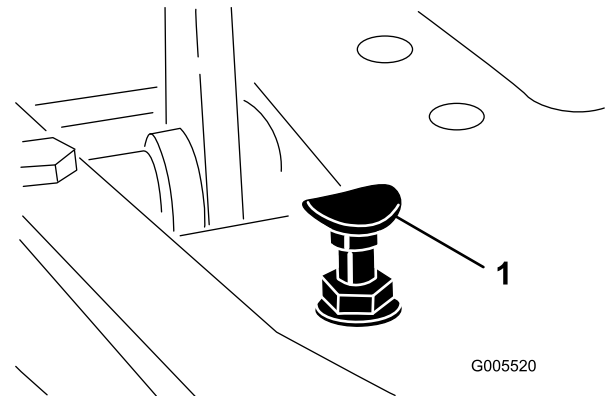

Bild 53
Stellen Sie den Funktionsschalthebel in die Transportstellung und drücken Sie das Gaspedal nach unten, um die maximale Transportgeschwindigkeit zu erreichen. Wenn das Pedal den Anschlag erreicht (Bild 53), bevor das Kabel gespannt ist, müssen Sie die Einstellung ändern:
1. Stellen Sie den Funktionsschalthebel in die Transportstellung, lösen Sie die Sicherungsmutter, mit der der Pedalstopp an der Grundplatte befestigt ist (Bild 53).